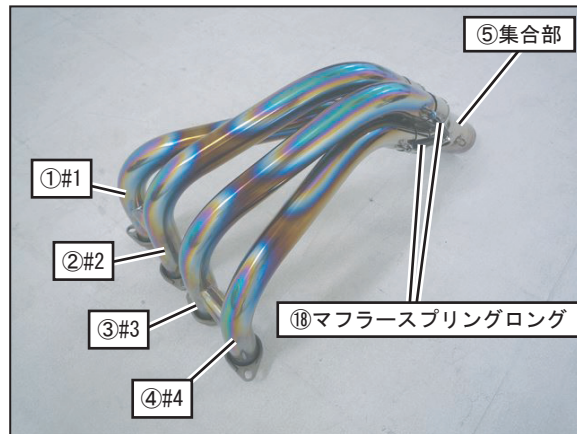

FIG. 6
7. エキゾーストパイプ①#1と②#2、③#3と④#4をそれぞれ連結させて、⑤集合部に貼ってある識別ラベルと同じ番号のエキゾーストパイプを⑤集合部に取り付け、スプリング取付工具を使用して⑱マフラスプリングロングを取り付けて下さい。（FIG. 6参照）